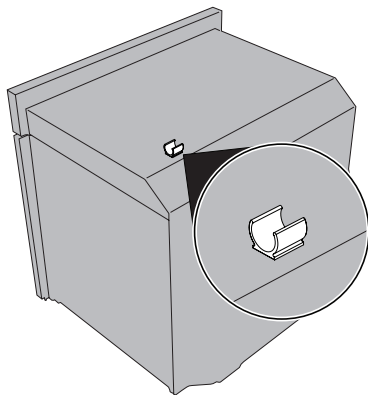

Figure 7
3. Le cas échéant, retirez le support de câble de conduit de la partie supérieure arrière du four (Figure 7)